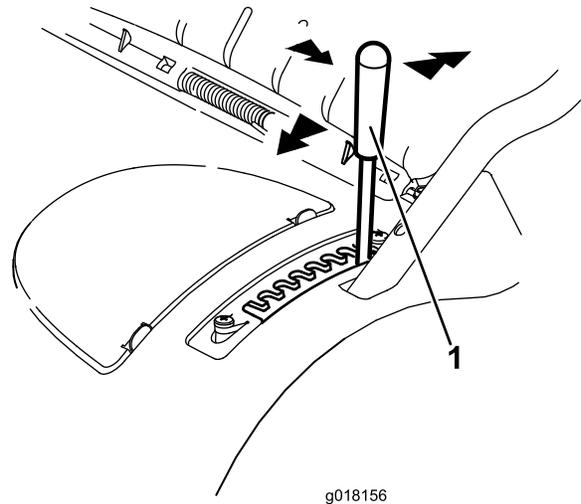

Figura 11
1. Segure a alavanca e puxe-a para os lados para a desengatar da aleta de bloqueio (Figura 11).
2. Empurre-a para a frente para baixar ou puxe-a para trás para subir a altura de corte (Figura 11).
3. Solte a alavanca na posição desejada e certifique-se de que bloqueia firmemente em uma das oito aletas (Figura 11).